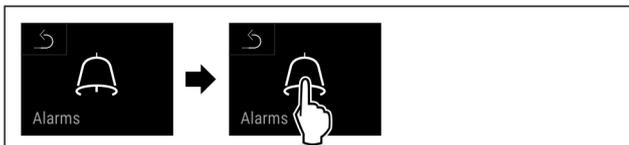

Fig. 144
- u Handlungsschritte (siehe Fig. 144) durchführen.